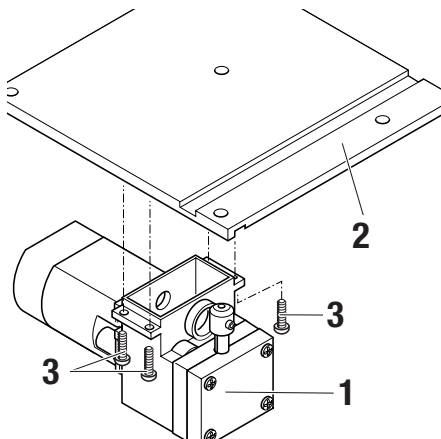

Fig. 9
5. Estrarre le viti **3** (Fig. 9) e staccare il piano di lavoro **2** dal meccanismo **1**.